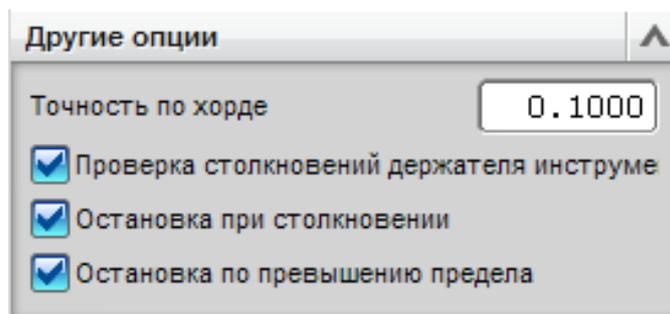

Рис. 2.72. Меню опций симуляции
- убедитесь, что включены все нужные опции симуляции в меню **Параметры**  (см. рис. 2.72) (или **Опции симуляции**);